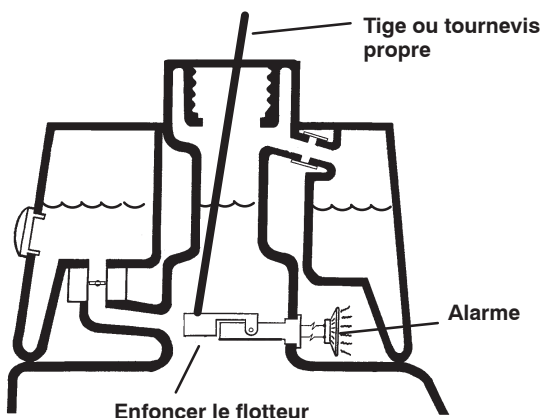

Figure 28
3. Introduisez une tige ou un tournevis propre dans le goulot de remplissage et enfoncez doucement le flotteur (Fig. 28). L'alarme doit se déclencher au bout d'une seconde.